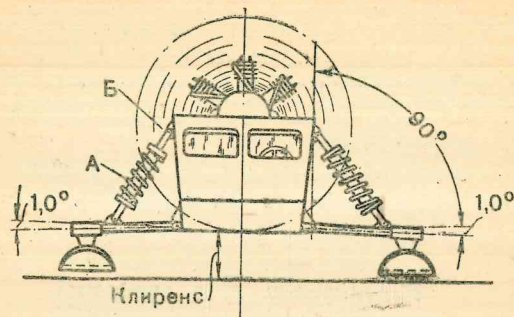

Рис. 15. Схема регулировки лыж под нагрузкой
4. Угол наклона лыж регулируется путем изменения длины стойки амортизатора А (рис. 15) при помощи верхнего шарового болта В.
5. При правильной регулировке у лыж аэросаней (при полной нормальной нагрузке) должен быть небольшой положительный (1°) угол наклона полуосей, в крайнем случае лыжи должны находиться в горизонтальном положении, как показано на рис. 15.